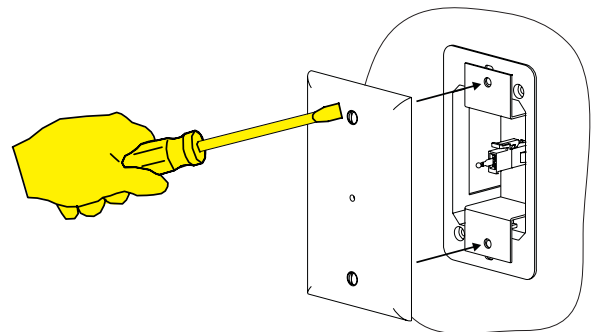

Figure 6
10. Poser la plaque de finition, la sonde de température doit dépasser du trou dans le centre de la plaque. Les vis de la plaque de finition vont passer à travers les trous du support mural et fixer les deux à la boîte murale. **Voir Figure 6.**